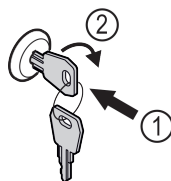

Fig. 173
- Insérer la clé. Fig. 173 (1)
- Tourner la clé à 90° dans le sens horaire. Fig. 173 (2)